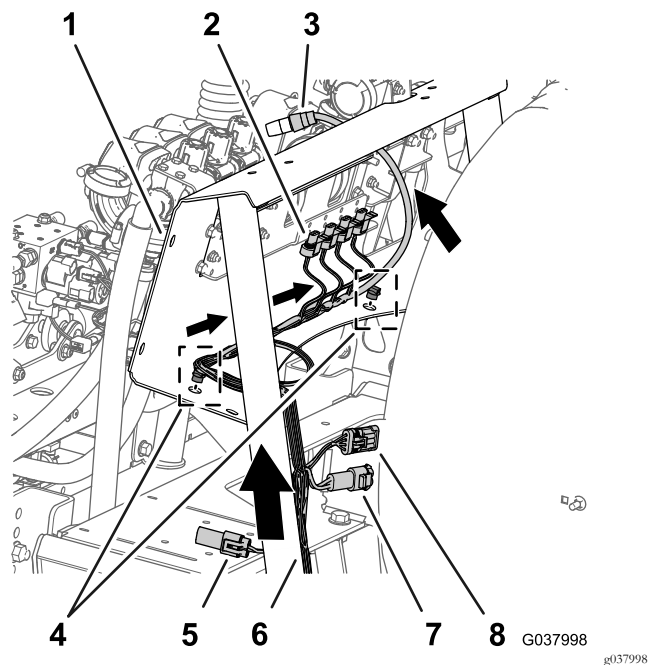

Figura 112
- Insira os três fixadores de pressão da secção com 76 cm da cablagem nos orifícios na flange inferior da montagem do coletor (Figura 112).
- Passe a secção com 76 cm da cablagem por dentro do suporte para a montagem da válvula e para trás na direção das válvulas de secção de rampa e de agitação, como se mostra na Figura 112.